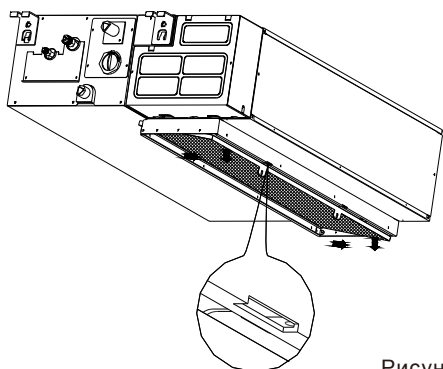

Рисунок G2
2. Для внутренних блоков с нижним вентиляционным отверстием слегка нажмите вверх на фильтр, для того чтобы фиксаторы вышли из фланцевых отверстий, и снимите фильтр в соответствии с направлением стрелки (см. рис. G2).